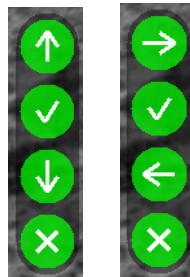

Рисунок 10 – Примеры индикатора назначения кнопок
- **Индикатор назначения кнопок** – индикатор, подсказывающий пользователю назначение каждой отдельной кнопки (×, ▼, ○, ▲) при выполнении какого-либо действия в выбранном режиме (см. рис. 10). Данный индикатор появляется **только** в случаях, предусмотренных в ПО (например, при вводе выверки прицельной сетки).